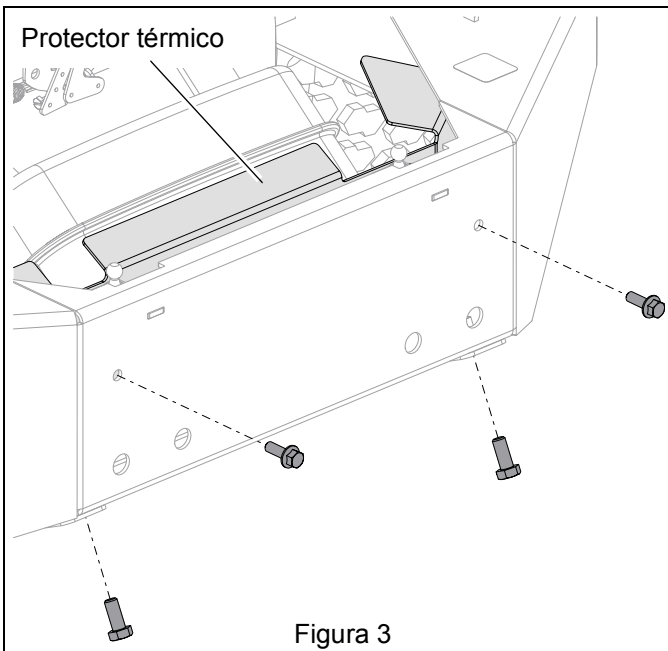

Figura 3
2. Quite la tornillería que retiene el protector térmico y desmóntelo. Consulte la Figura 3.
5. Monte de nuevo el protector térmico y asegúrelo con la tornillería original. Consulte la Figura 3.